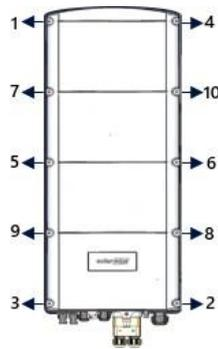

Abbildung 4 Entfernen der Abdeckung des Wechselrichters
10. Entfernen Sie die Abdeckung des Wechselrichters und lösen Sie die Schrauben in der in Abbildung 4 gezeigten Reihenfolge.
13. Schließen Sie die Abdeckung des Wechselrichters. Achten Sie darauf, die Schrauben in der richtigen Reihenfolge festzuziehen (siehe Abbildung 4).